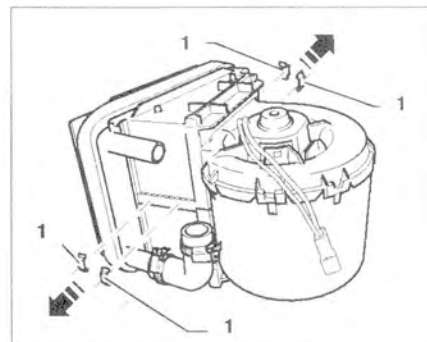

Рис. 9.84. Отсоедините фиксаторы **1** в направлении стрелок.
2. Отсоедините фиксаторы **1** в направлении стрелок (рис. 9.84).